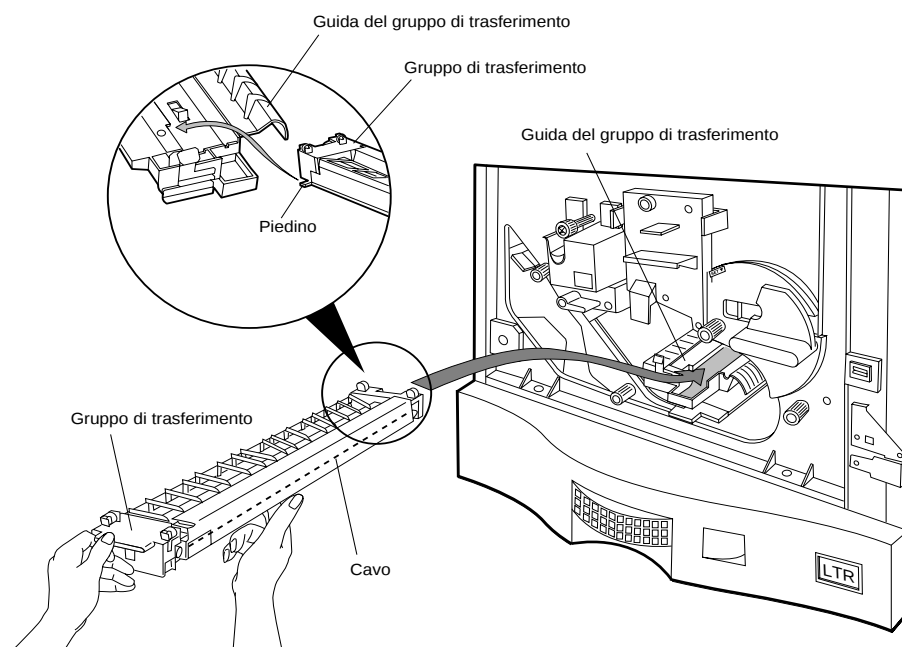

Figura 5-7 Rimozione del gruppo di trasferimento
3. Spingere e tirare il gruppo di trasferimento per liberarlo dal gruppo delle guide, come mostrato nella Figura 5-7.